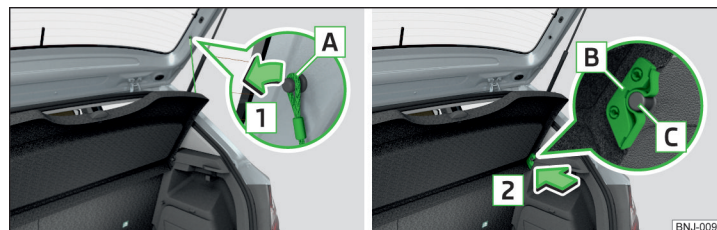

Fig. 100 Udtagning af bagagerumsafdækning
Hvis båndene **A** » Fig. 100 er hængt på bagklappen, løftes bagagerumsafdækningen (efterfølgende kun kaldt afdækning) i forbindelse med åbning af bagklappen.
- Hægt båndene **A** af i pilens retning **1** i begge sider af bagklappen » Fig. 100.
- Placer holderne **B** på afdækningen over stifterne **C** på sidebeklædningen » Fig. 100.
- Holderne **B** på afdækningen skal sidde helt ind til stifterne **C** på sidebeklædningen » Fig. 100.
I det forreste område skal holderne **B** » Fig. 100 på side 84 på afdækningen gå helt i hak med stifterne på sidebeklædningen. I det bageste område skal afdækningen sikres i begge sider under fastgørelsen.